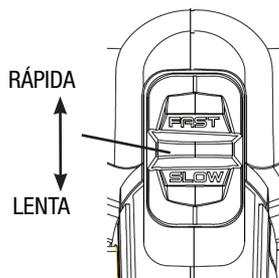

FIG 7
La motosierra puede funcionar a dos velocidades. Para seleccionar la velocidad, deslice el selector de velocidad (9) hacia adelante para velocidad rápida y hacia atrás para lenta. Vea la Fig 7.